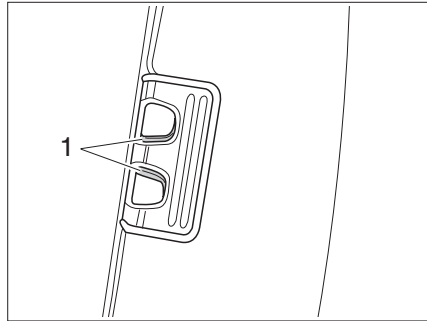

Bild 3 Plisségardin, låsanordning
- ▶ Tryck samman låsanordningen (Bild 3,1) och lyft upp den lätt.